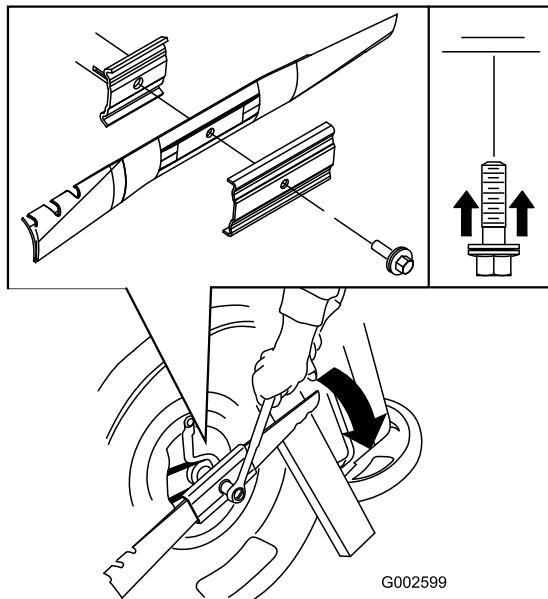

Рисунок 32
5. Установите новый нож (поворните болт крепления ножа по часовой стрелке) и все крепежные приспособления (Рисунок 32).